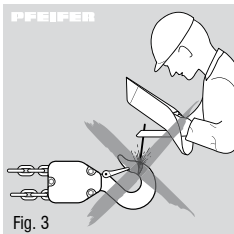

Fig. 3
- Armforlængere må ikke benyttes (fig. 3).